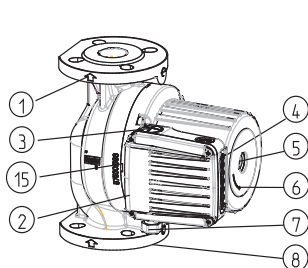
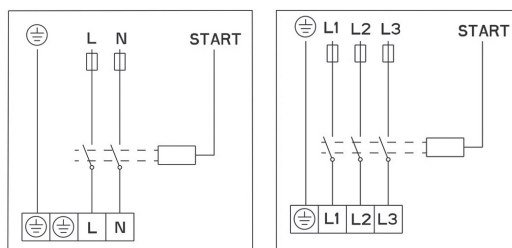

рис.2
рис. 4
- направление потока воды через насос должно соответствовать направлению стрелки на корпусе насоса (рис. 2- ПОЗ.1);
- необходимо использовать фланцы для подключения NP 6/10 (рис.2 – ПОЗ.8);
- насосы GHN (basic, auto), GHNM (basic, auto) имеют одинарный гидравлический корпус (рис.2 – ПОЗ.8);
Гидравлический корпус насоса допускается изолировать только до прорези между мотором и гидравлическим корпусом. Отверстия для отведения конденсата необходимо оставить открытыми для обеспечения вывода конденсата из статорного отсека, данные отверстия необходимо оставлять открытыми и в системах обогрева, когда выполняется только термоизоляция гидравлического корпуса (рисунок 2, 3, ПОЗ 15).
Провод подключения подключается через кабельный ввод M20 (рис.2 – ПОЗ.7).
Электрическое соединение насосов необходимо выполнить по соединительной схеме (рис. 4), которая отображена на нижней стороне крышки мотора. Перед этим необходимо отвинтить верхнюю крышку (рис.2 - ПОЗ. 2)
В насосах типа GHN (basic, auto), GHND (basic, auto), GHNM (basic, auto), GHNMD (basic, auto) ротор работает в воде. Ротор установлен в специальных работающих на смазке водой подшипниках, поэтому перед вводом в эксплуатацию необходимо заполнить насос водой и откачать воздух. Для откачки воздуха из насоса необходимо удалить болт на обратной стороне электромотора (рис.2-ПОЗ.5) - воздух начнет выходить через прорезь между валом мотора и подшипником. После того как начнет вытекать вода, необходимо закрыть вентили со стороны всасывания и со стороны нагнетания и запустить насос. При вращении вала насоса в обратном направлении
Каждый насос способен работать в некотором диапазоне трёх гидравлических параметров. Для этого он оснащён встроенным электромотором с тремя скоростями вращения. Для достижения выбранных характеристик скорости ① ② ③ на насосе расположена кнопка  (рис. 2, 4), с помощью которой можно изменять скорость.
Выключить насос; закрыть вентили со стороны нагнетания и со стороны всасывания; удалить болт для откачки воздуха; отверткой (рис.2-ПО3.5), которую необходимо установить в прорезь на валу, крутить вал до тех пор, пока он не начнет свободно вращаться. После этого необходимо установить болт для откачки воздуха на место. Аппарат не предназначен для использования лицами (включая детей) с ограниченными физическими, психическими или умственными способностями, а также лицами, не обладающими опытом или знаниями, кроме случаев, когда данные лица находятся под контролем или прошли обучение у специалиста, несущего ответственность за их безопасность.